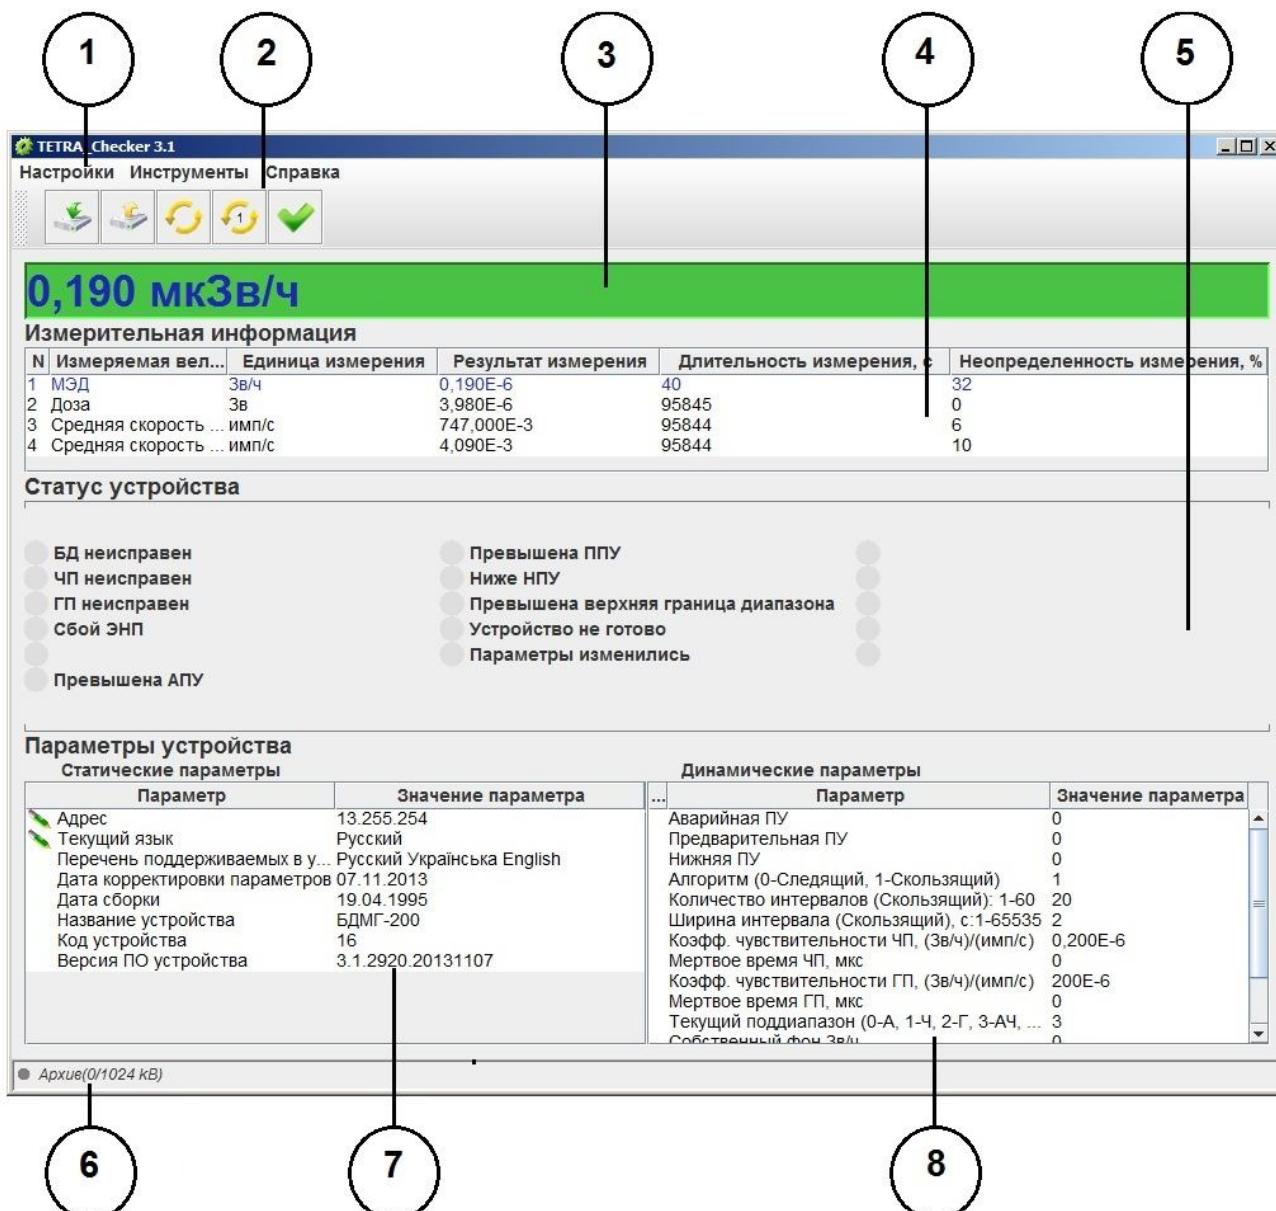
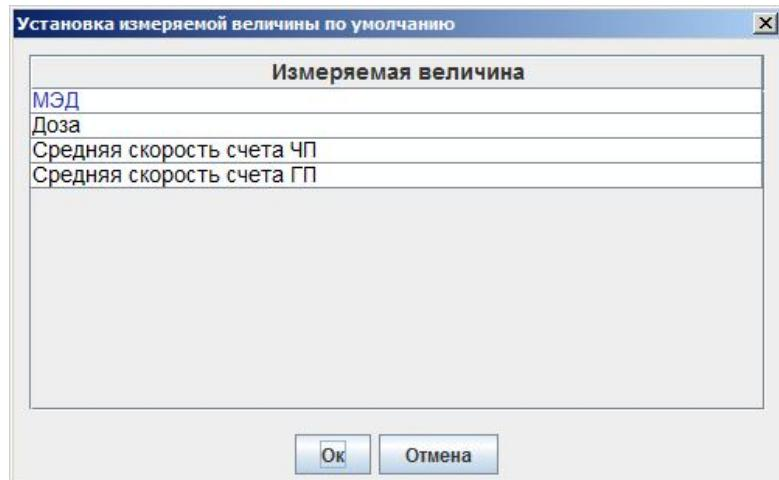

Рисунок 1 - Вид главного окна Программы
Рисунок 7 – Окно «Установка измеряемой величины по умолчанию»
Меню Программы (Рисунок 1, позиция 1) состоит из трех подменю:
- «Измерение по умолчанию (F6)». По клику пункта или нажатию кнопки «F6» открывается окно (Рисунок 7) с перечнем измеряемых величин СИ для выбора измеряемой величины по умолчанию. Подробнее об измеряемой величине по умолчанию см. эксплуатационную документацию СИ. Результат измерения выбранной величины будет индицироваться на информационной панели (Рисунок 1, позиция 3). На панели «Измерительная информация» соответствующая строка будет выделена цветом (Рисунок 1, позиция 4).
Панель инструментов (Рисунок 1, позиция 2) предназначена для быстрого доступа к функциям подменю «Инструменты». При подведении курсора мыши к кнопке высвечивается ее название. Панель инструментов можно перемещать по всей рабочей области Программы.
- информационная панель (Рисунок 1, позиция 3) предназначена для отображения: значения измеряемой величины «по умолчанию»;
Окно «Измерительная информация» (Рисунок 1, позиция 4) отображает информацию обо всех измеряемых СИ величинах.